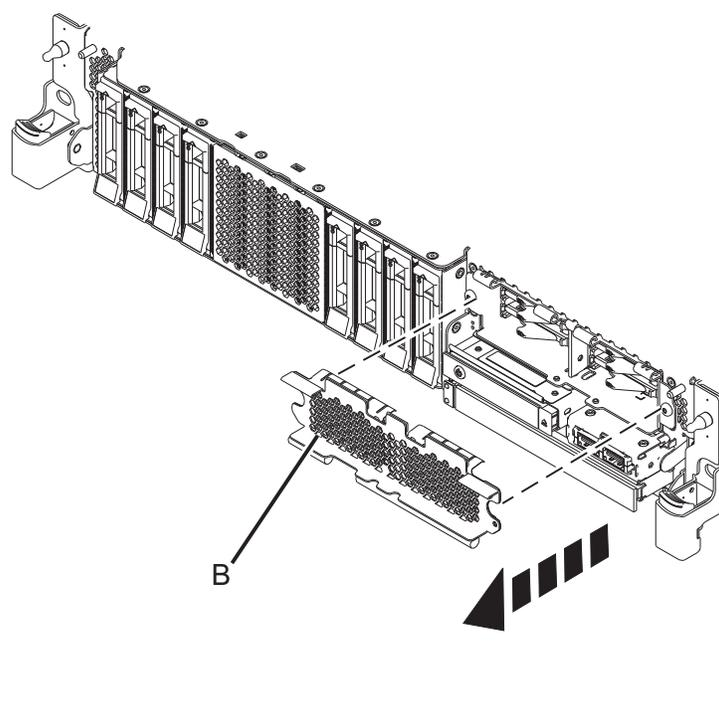

Figura 34. Remover a tampa da estrutura da unidade SSD para aceder às ranhuras de unidade SSD num sistema de função expandida
14. Para aceder às ranhuras SSD, remova a placa perfurada (B) que está a cobrir a estrutura de SSD, tal como é demonstrado em Figura 34.